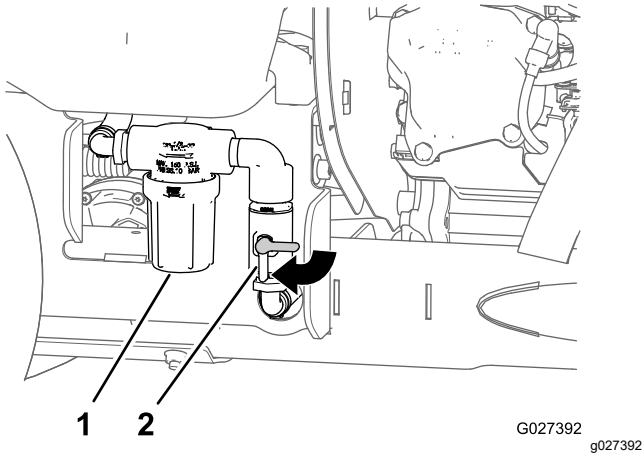

図 53
- ポンプバルブのレバーを右、すなわち 開 位置に回す 図 53。